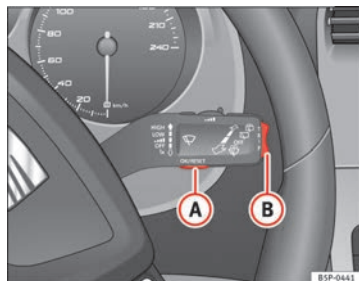
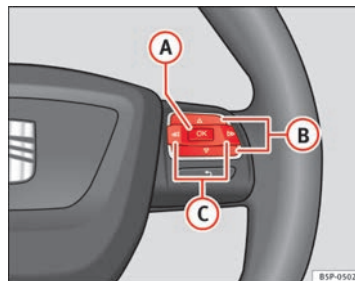

Fig. 45 Palanca del limpiacristales: tecla A para confirmar opciones del menú y tecla basculante B para cambiar de menú
Fig. 46 Mandos en volante: tecla A para confirmar opciones del menú y teclas B para cambiar de menú
⇒ fig. 46 hasta que lo visualice en la pantalla. Ya está dentro de este menú.
- Para cambiar de una memoria a otra, pulse brevemente la tecla **[A]** ⇒ fig. 45 ⇒ página 70 de la palanca del limpiacristales o la tecla **[OK]** del volante multifunción ⇒ fig. 46 ⇒ página 70 con el encendido conectado.
En el indicador multifunción puede consultar los siguientes datos accionando la tecla basculante **(B)** ⇒ fig. 45 ⇒ página 70 de la palanca del limpiacristales o pulsando la tecla **(A)** o **(V)** ⇒ fig. 46 del volante multifunción*.